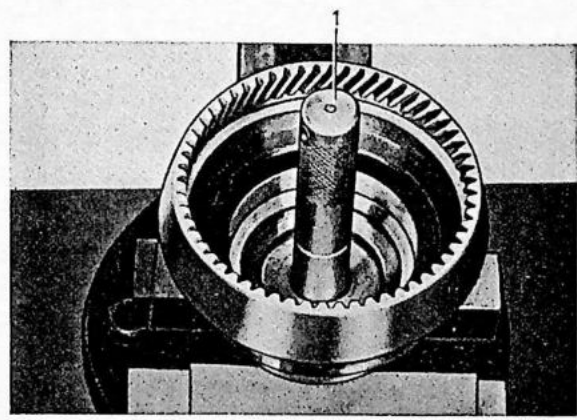

Fig. 4-62. Montage naaldlager, uitgaande as
1. Zet de voorste borgveer voor het lager (28) in de achterste helft van het huis. Pers het lager erin met stempel SVO 2413.
2. Pers het geleide lager (31) voor de hoofdas van de versnellingsbak met drijver SVO 2417 in de uitgaande as (25). Zie Fig. 4-62. Pers het voorste lager met drijver SVO 2412 op de uitgaande as.